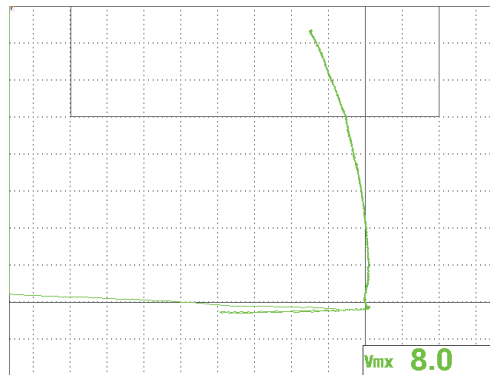

Abbildung 5-95 Geprüfter konisch zulaufender Bereich
9. Drücken Sie die Direktzugriffstaste GAIN (**dB**) und erhöhen Sie dann die Verstärkung bis sich das Signal fast über den ganzen Bildschirm erstreckt (siehe Abbildung 5-95 auf Seite 210).
11. Prüfen Sie den konisch zulaufenden Bereich des Justierkörpers und beobachten Sie die Dickenkurve (siehe Abbildung 5-95 auf Seite 210).